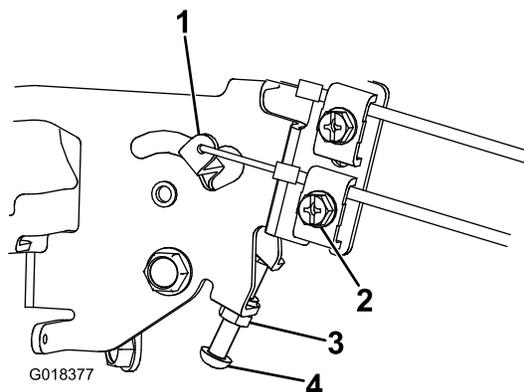

Figure 9
1. Desserrez le contre-écrou et dévissez la vis de ralenti accéléré de quelques tours. Lorsque vous réglez le régime moteur sur des groupes moteurs accouplés aux modèles 02710 et 02711, remplacez la vis de ralenti accéléré par la vis M5 x 50 de ralenti accéléré fournie avec les modèles 02710 et 02711 (Figure 9).
3. Tournez la vis de ralenti accéléré jusqu'à ce que l'extrémité touche à peine le levier de commande de régime, puis serrez le contre-écrou (Figure 9).